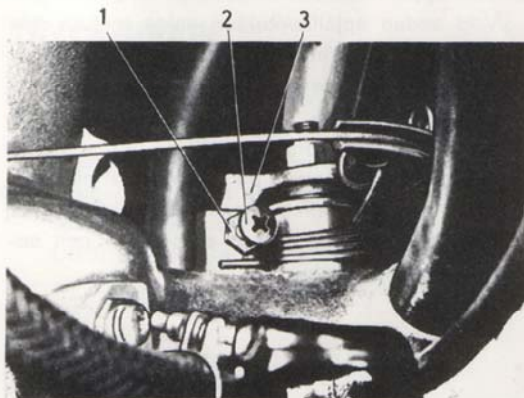

Bild 2—60. Stoppskruv för luftspjäll
1. Lossa låsmuttern för stoppskruven till luftspjället, 1 bild 2—60, och skruva ut skruven ett par varv så att den ej ligger an mot anslaget på spjällaxeln. Kontrollera att spjället är helt stängt.